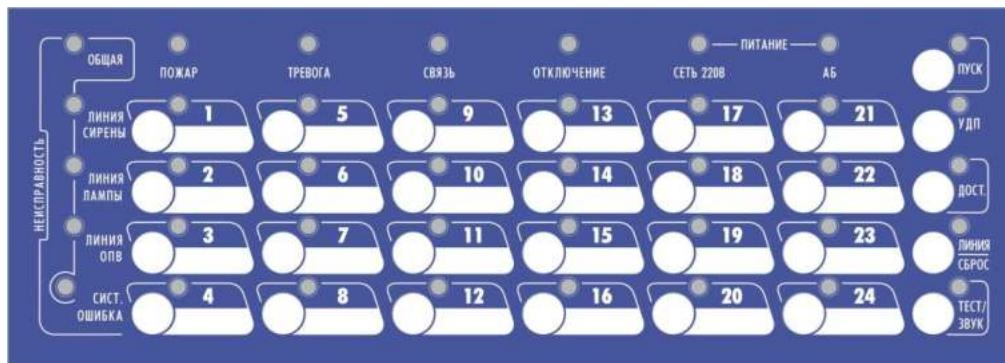

Рис.2 Панель индикации и управления ППКУОП Гранит-24
Конструктивно прибор состоит из корпуса (основания) и съёмной крышки. В корпусе расположены: плата контроллера (см. рис.1) с установленной на ней платой индикации и платой источника питания. На плате индикации установлена панель индикации и управления прибора (см. рис.2). На плате контроллера расположен разъем для подключения WiFi коммуникатора (см. паспорт на WiFi коммуникатор). В корпусе прибора также предусмотрен отсек для размещения аккумуляторной батареи и отсек для размещения GE коммуникатора (см. паспорт на GE коммуникатор).
3.2 На панель индикации и управления прибора (см. рис.2) выведены: